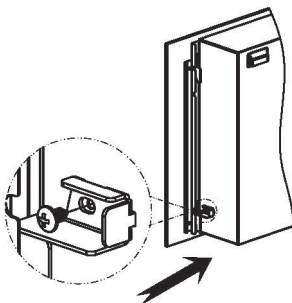

Figura 6
- Asegure el panel de vidrio frontal con los tornillos provistos y apriételos (ver figura 6).